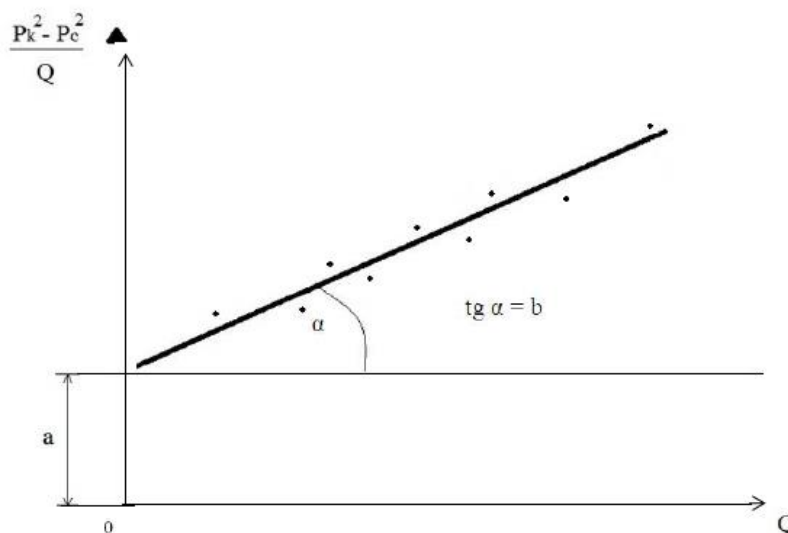

Рисунок 4.1. Пример построения индикаторной диаграммы
2. По рассчитанным значениям отметить точки на графике в координатах  $\frac{(P_{пл}^2 - P_{заб}^2)}{Q} - Q$  (рис. 4.1) и провести линию тренда до пересечения с осью.